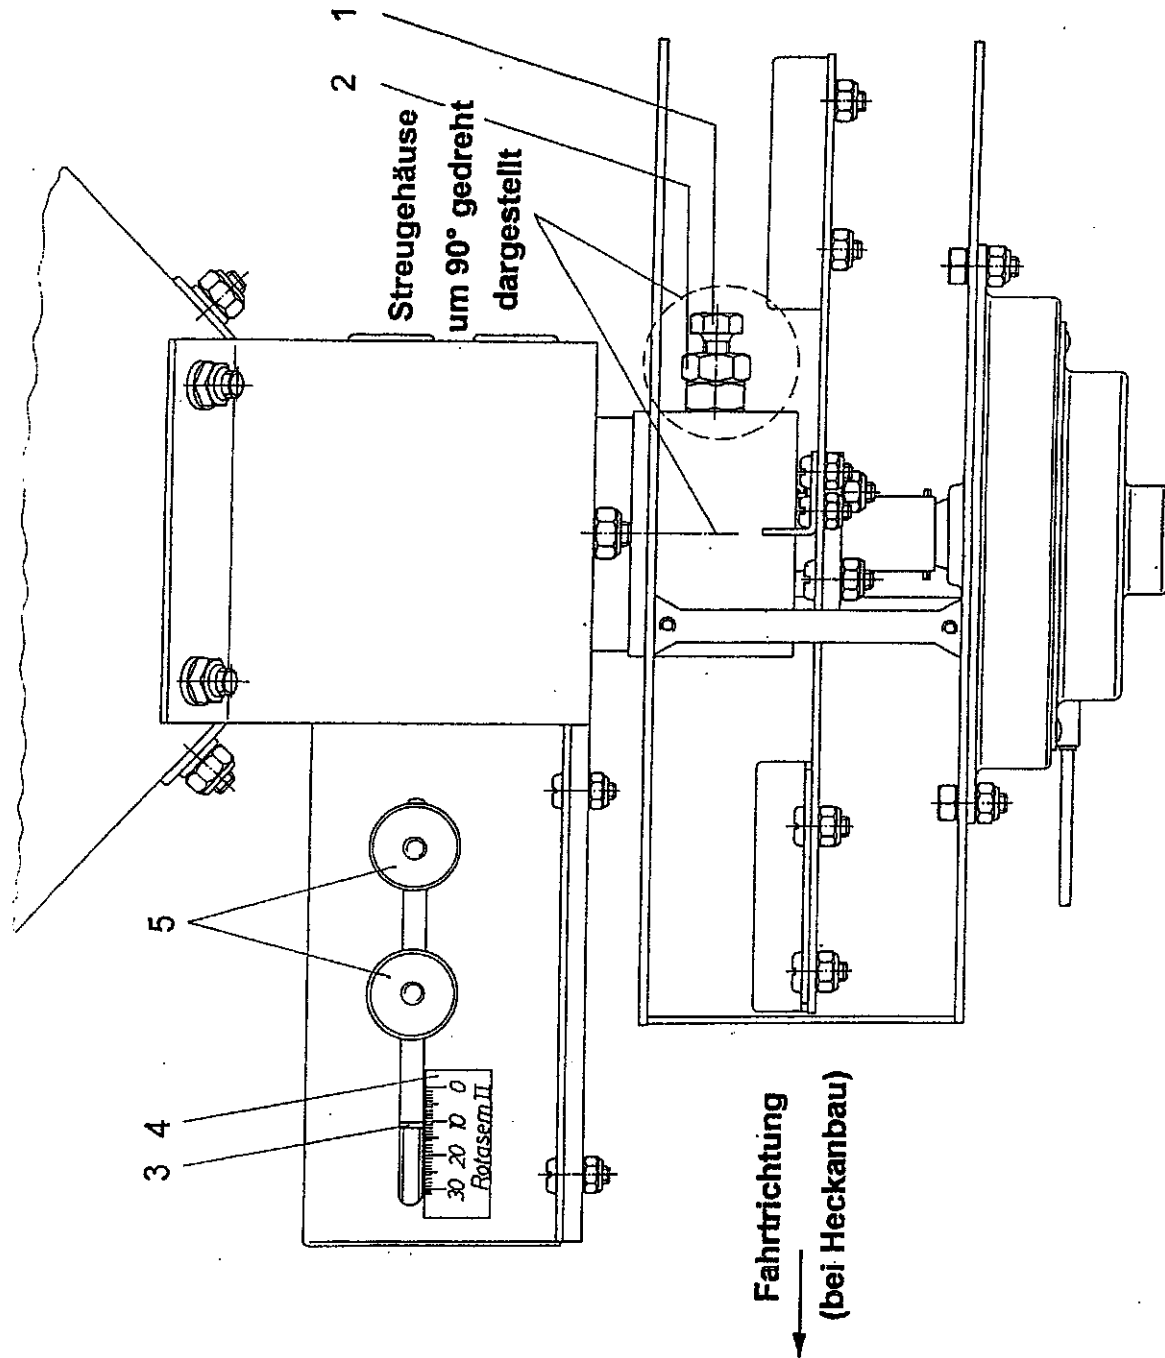

Abb. 8 ROTASEM II Dosiereinrichtung und Streuscheibe in Seitenansicht
Die Wurfrichtung des Kreiselsägerates kann durch Verdrehen des gesamten Gerätes auf dem Aufnahmeträger oder durch Verdrehen des Sägehäuses korrigiert werden. Dies ist insbesondere bei außermittigem Anbau auf einem Bodenbearbeitungsgerät notwendig. Zum Verdrehen des Sägehäuses muß die Klemmschraube (in der Abb. 8 Pos. 1) gelöst werden. Diese Schraube ist gegen selbsttätiges Lösen mit einer Kontermutter (Pos. 2) gesichert. Ist die vorgesehene Arbeitsrichtung erreicht, muß zuerst die Klemmschraube (Pos. 1) festgezogen und anschließend durch Festziehen der Kontermutter gegen selbsttätiges Lösen gesichert werden.
(Abbildung 8 Pos. 3) ausgestattet, so daß auf der Dosierskala (Abbildung 8 Pos. 4) der Einstellwert abgelesen werden kann. In der Abbildung ist zum Beispiel der Einstellwert 10 dargestellt. Der Einstellwert kann durch Lösen der beiden Rändelmutter (Pos. 5) verändert werden.
**Achtung!** Ist die richtige Dosierung bestimmt, nicht vergessen, die Befestigungsmuttern (Abbildung 8 Pos. 5) vor dem Einsatz auf dem Feld fest anzuziehen (damit Veränderungen der Dosierschieber-Anschlagstellung während des Betriebes sicher vermieden werden).